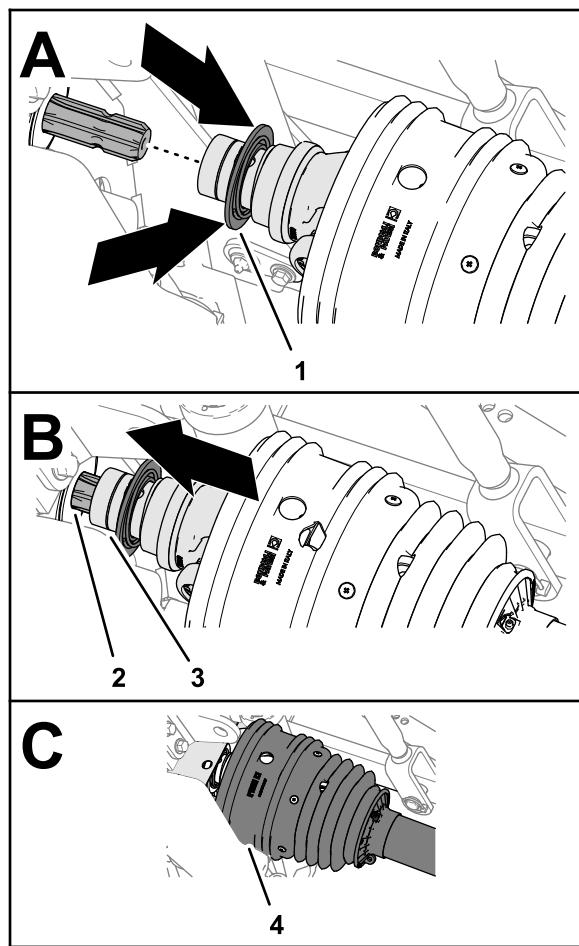

Figure 27
3. Tirez la bague de blocage en arrière sur la chape de l'arbre de transmission (Figure 27).
cannelures de l'arbre de sortie de PDF (Figure 27).
6. Vérifiez que la protection recouvre la chape de l'arbre de transmission (Figure 27).